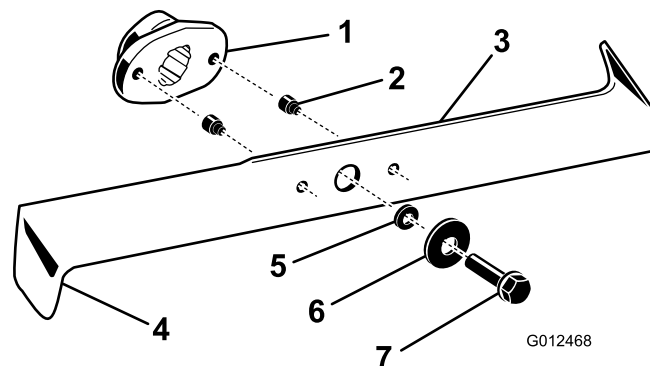

Figura 37
2. Inspeccione los filos de corte (Figura 37). Si los bordes no están afilados o tienen mellas, retire las cuchillas y afílelas; consulte Cómo afilar las cuchillas.
3. Inspeccione las cuchillas, especialmente los extremos inclinados (Figura 37). Si observa cualquier daño o desgaste en esta zona, instale inmediatamente cuchillas nuevas.
- Si los pasadores de seguridad están rotos, sustitúyalos inmediatamente (Figura 37).
- Retire los pernos, las arandelas y las cuchillas (Figura 37). Inserte un bloque de madera entre cada cuchilla y el cortacésped para bloquear la cuchilla mientras se retira cada perno.
- Instale las cuchillas, las arandelas y los pernos (Figura 37).